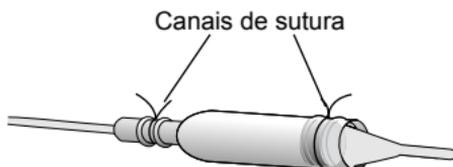

Figura 18. Suture o eletrodo/cobertura do eletrodo
7. Coloque suturas não absorvíveis em redor de ambas as extremidades da cobertura do conector nos canais de sutura (Figura 18).